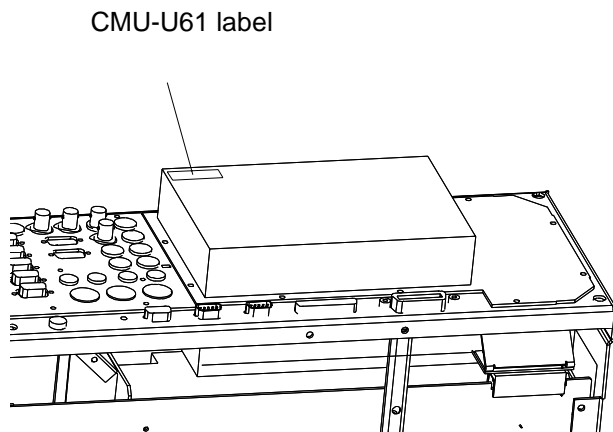

Fig. 6
- Affix „CMU-U61“ label on power supply unit (Fig. 6).